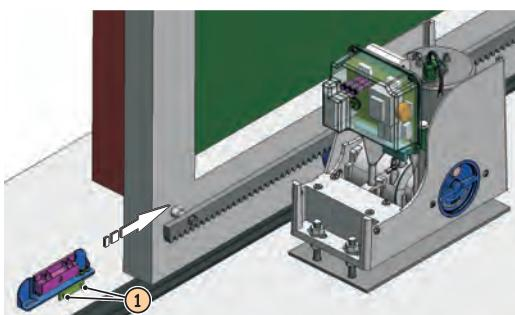

Fig. 18
③ Coloque manualmente la cancela en posición de apertura dejando 4 cm del bloqueo mecánico de final de carrera.
④ Deslice sobre la cremallera el imán con el candado abierto en la dirección de apertura, véase la figura 18. Tan pronto como el diodo correspondiente al final de carrera de apertura presente en la tarjeta se apague, haga avanzar el imán otros 10 mm y fíjelo con los tornillos (Fig. 18 ref. ①).
- ⑤ Proceda de modo análogo para el imán de cierre.
⑥ Coloque la cancela aproximadamente a la mitad de su carrera y bloquee de nuevo el sistema (véase el párrafo 9).